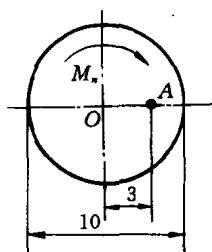

图 1-14
15. 有一实心轴如图 1-14 所示,横截面上的扭矩  $M_n = 14$  (N·m),轴的直径为 10(mm),求离中心 3(mm)处 A 点的剪应力大小和方向。